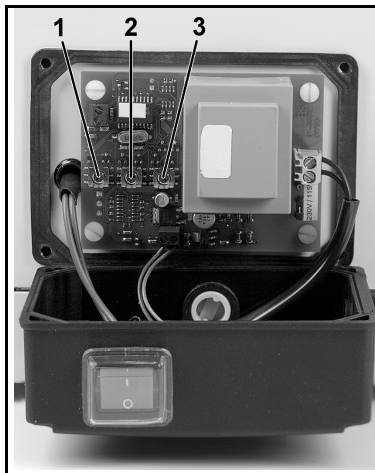

Abb. 5: Steuerungskasten des Trocknungssystems (geöffnet) mit Schaltern 1, 2, 3.
3. Am Steuerungskasten die Überwurfmutter der Kabelzuführung lösen; anschließend mit einem Schlitzschraubenzieher die vier Schrauben des Steuerungskastens lösen, den Deckel nach vorne klappen und ablegen (siehe Abb. 5).
4. An den Schaltern **1, 2, 3** (siehe Abb. 5) die gewünschten Werte einstellen. Zur Erläuterung der Schalter sowie für die einstellbaren Werte siehe Tabelle 8.